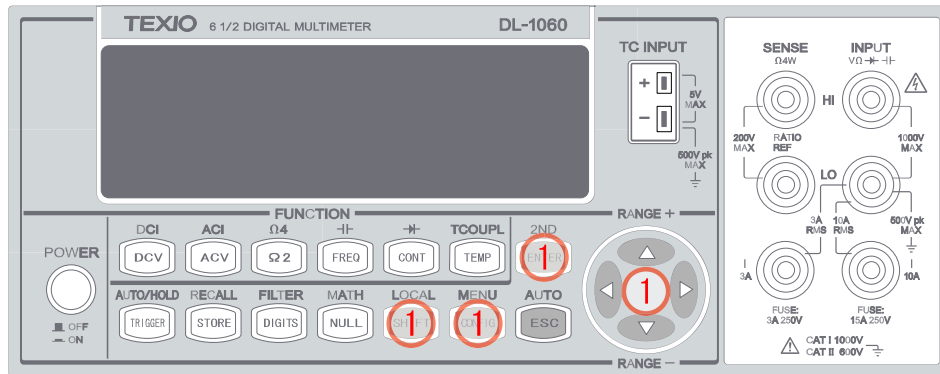

図 3-30
- ① ◀・▶、ENTER ボタン等を使い、MENU(SHIFT+CONFIG) > SYSTEM > DISPLAY > ON/OFF の順で操作し、ディスプレイ表示の ON/OFF を設定します。使用するボタンを図 3-30 に示します。